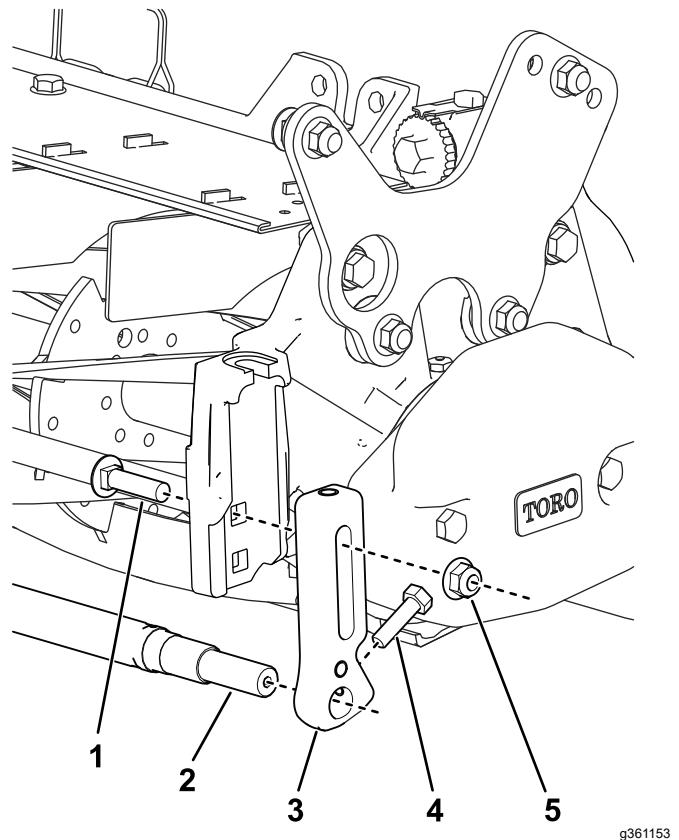

Figura 29
2. Utilizando os parafusos de carroçaria e porcas de bloqueio, instale os suportes da altura de corte frontais no furo superior da placa lateral (Figura 29).